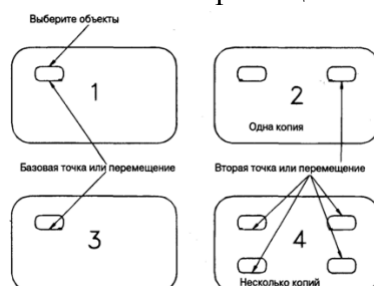

Рис.4 Команда «Копировать»
6.1. Создать произвольный контур (см.рис.4)